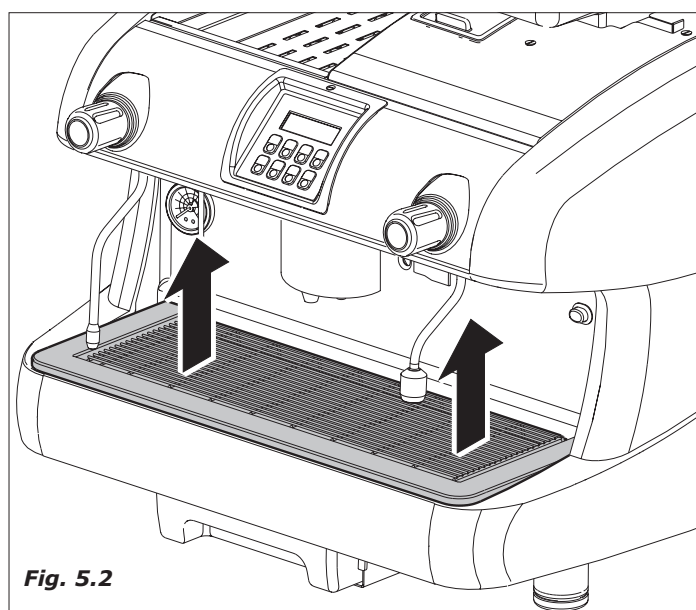

Fig. 5.2
5.1.2 Alimentação hidráulica (Fig.5.2, 5.3 e Fig. 5.4)
- 1 Erguer o recipiente colector de gotas (Fig. 5.2).